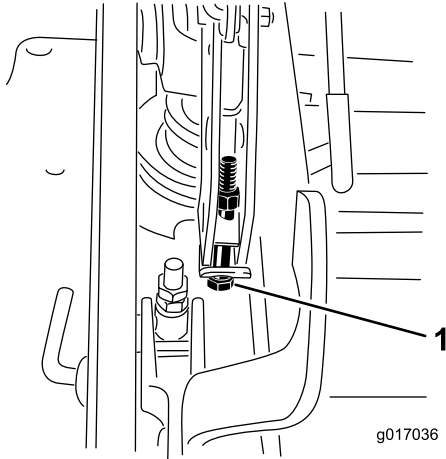

**Figura 110**
11. Para ajustar el sistema de ajuste de un solo punto, afloje los 2 pernos situados cerca del borde inferior de la pletina de altura de corte (Figura 110).
13. Apriete los 2 pernos en el borde inferior de la pletina de altura de corte (Figura 110).